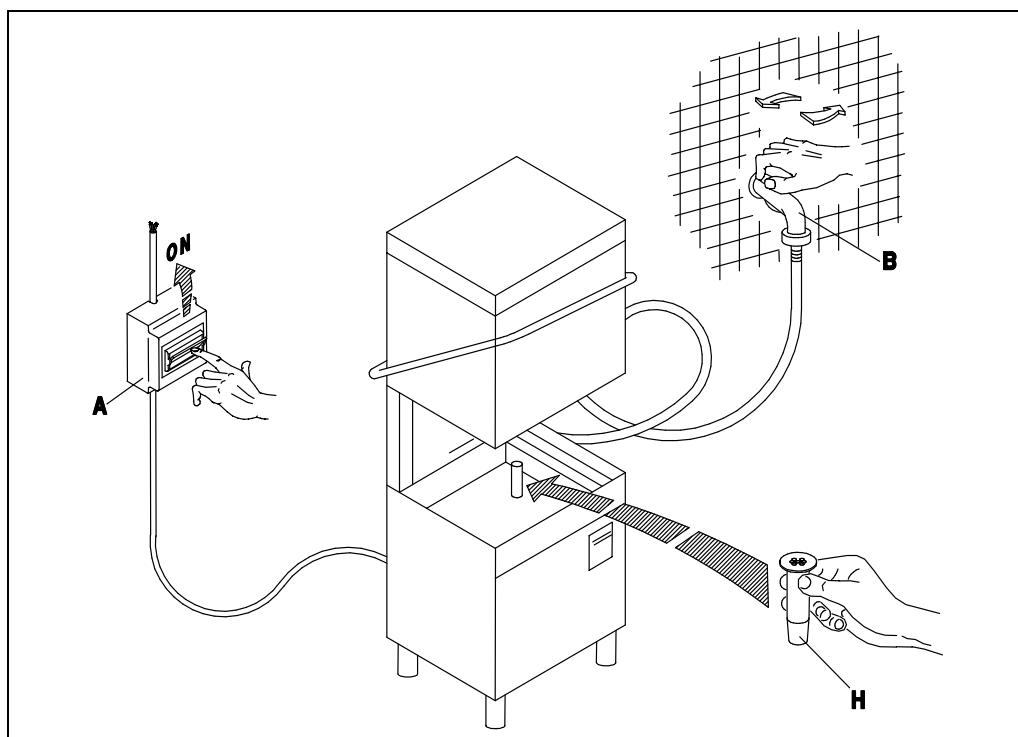

Fig. 3-1
- Aprire il rubinetto dell'acqua (B), inserire l'interruttore generale (A). Attivare l'interruttore principale dell'apparecchio (1), ne conseguirà l'accensione della spia (A) evidenziando che la macchina è sottoposta a tensione. A porta chiusa l'apparecchio si riempie d'acqua e alla fine del carico, si inseriscono automaticamente le resistenze della vasca e del boiler. Il funzionamento delle resistenze è reso visibile dall'accensione delle spie (D) ed (E). Quando entrambe le spie si spengono l'acqua avrà raggiunto le temperature impostate e l'apparecchio sarà pronto per iniziare il lavaggio. (fig. 3-1÷3-2)
- Turn on the water tap (B) and switch on the master switch (A). Turn the appliance ON switch (1), which will cause the warning light (A) to illuminate, indicating that the machine is live. When the door is closed the appliance fills with water. When it is full, the tub and boiler heating elements come on automatically. When the elements are activated, the warning lights (D) and (E) are illuminated. When both warning lights go out the water has reached the set temperature and the appliance is ready to begin the washing cycle. (fig. 3-1÷3-2)
- Öffnen Sie den Wasserhahn (B) und betätigen Sie den Hauptschalter (A). Beim Betätigen des Schalters (1) am Gläserspüler wird die Anzeige (A) aufleuchten, an der Sie erkennen können, daß die Maschine unter Spannung steht. Bei geschlossener Tür läuft Wasser in die Maschine; ist die nötige Wassermenge einmal erreicht, so schalten die Widerstände des Spülbehälter und des Boilers automatisch ein. Der Betrieb der Widerstände wird durch das Aufleuchten der Anzeigen (D) und (E) erkennbar. Beide Leuchtanzeigen erlöschen, wenn das Wasser eine vorbestimmte Temperatur erreicht hat, d. h. wenn der Gläserspüler betriebsbereit ist. (fig. 3-1÷3-2)
- Ouvrir le robinet (B) et insérer l'interrupteur général (A). Ouvrir l'interrupteur principal de l'appareil (1), le voyant (A) s'allumera ce qui signifie que la machine est branchée. L'appareil se remplit d'eau avec porte fermée et à la fin du chargement les éléments chauffants de la cuve et du boiler entrent automatiquement en action. Les voyants (D) et (E) s'allument quand les éléments chauffants fonctionnent. Les deux voyants s'éteignent dès que l'eau a atteint la température programmée et l'appareil est prêt pour commencer le lavage. (fig. 3-1÷3-2)
- Abrir el grifo del agua (B), conectar el interruptor general (A). Activar el interruptor principal del aparato (1); el encendido de la luz testigo (A) indica que la máquina está en tensión. Con puerta cerrada el aparato se llena de agua y cuando la carga esté terminada se conectarán automáticamente las resistencias del tanque y de la caldera. El funcionamiento de las resistencias es señalado por el encendido de las luces indicadoras (D) y (E). Cuando ambas luces se apaguen, el agua habrá alcanzado la temperatura programada y el aparato estará listo para empezar el lavado. (fig. 3-1÷3-2)
- Abrir a torneira de água (B), acionar o interruptor geral (A). Acionar o interruptor principal do aparelho (1), a luz (A) se acende evidenciando che a máquina esta sob tensão. Uma vez fechada a porta se enche de água e no final, as resistencias do cuba e do boiler começam a funcionar automaticamente. As luzes (D) e (E) indicam o funcionamento das duas resistencias. Quando ambas se apagarem é porque a temperatura alcançou seu nível desejado e a máquina estará pronta para iniciar a lavagem. (fig. 3-1÷3-2)
- Draai de waterkraan (B) open en schakel de hoofdschakelaar (A) in. Schakel de hoofdschakelaar van het apparaat (1) in waarna het lampje (A) gaat branden waaruit blijkt dat de machine onder stroom staat. Als de deur dichtgedaan wordt, loopt het apparaat vol met water en na afloop van het vollopen worden de verwarmingselementen van de kuip en van de boiler automatisch ingeschakeld. De werking van de verwarmingselementen blijkt uit het feit dat de lampjes (D) en (E) gaan branden. Als allebei de lampjes uitgaan dan heeft het water de ingestelde temperatuur bereikt en is het apparaat klaar om met het afwasprogramma te beginnen. (Afb. 3-1 - 3-2)
- A riempimento avvenuto, aprire la porta (I) e introdurre il detersivo (ca. 2 gr. per litro di capacità della vasca). Inserire il cesto (L) carico e chiudere la porta (I). Selezionare il ciclo di lavaggio inserendo il pulsante (4) (ciclo breve (II) tasto premuto ÷ ciclo lungo (I) tasto rilasciato). A questo punto premere il pulsante START (3) (almeno per 2 secondi) e avrà inizio il ciclo di lavoro visualizzato dalla lampada spia (C): la fine del ciclo coincide con lo spegnimento di questa spia. Per spegnere la macchina si dovrà disinserire l'interruttore (1) portandolo nella posizione (0) spia (A) spenta. (Fig.3-1÷3-3).
- Lorsque le remplissage est terminé, ouvrir la porte (I) et verser le détersif (environ 2 g pour chaque litre remplitant la cuve). Introduire le panier (L) plein et fermer la porte (I). Sélectionner ensuite le cycle de lavage en actionnant le bouton-poussoir (4) (cycle court (II) touche enfoncee ÷ cycle long (I) touche relâchée). A ce stade, presser le bouton-poussoir START (3) (au moins 2 secondes) et le cycle de fonctionnement commencera, visualisé par la lampe-témoin (C). La fin du cycle coïncide avec l'extinction de ce voyant. Pour arrêter la machine, il faudra débrancher l'interrupteur (1) en le ramenant sur la position (0): lampe-témoin (A). (Fig.3-1÷3-3).
- Después del llenado, abra la puerta (I) y vierta el detergente (2 gramos aproximadamente por litro de capacidad de la cuba). Introduzca el cesto (L) carga y cierre la puerta (I). Seleccione el ciclo de lavado por medio del selector (4) (ciclo breve (II) tecla pulsada ÷ ciclo largo (I) tecla soltada). Pulse ahora START (3) (al menos durante 2 segundos) para arrancar el ciclo de trabajo: se enciende la luz testigo (C), que se apagará al final del ciclo. Para apagar la máquina desconecte el interruptor (1) posición 0, luz testigo (A) apagada. (Fig.3-1÷3-3).
- Doe na het volopen de deur open (I) en doe er afwasmiddel in (ongeveer 2 g per liter inhoudscapaciteit van de kuip). Doe de beladen korf (L) erin en doe de deur (I) dicht. Stel het afwasprogramma in door op de knop (4) te drukken (kort programma (II) toets ingedrukt – lang programma (I) toets losgelaten). Druk nu op de START knop (3) waarna (minstens 2 seconden) het afwasprogramma zal beginnen dat aangegeven wordt door het controlelampje (C): het einde van het programma valt samen met het uitgaan van dit lampje. Om de machine uit te schakelen moet u de schakelaar (1) uitschakelen door hem op de stand (0) te zetten, lampje (A) uit (Afb. 3-1 ÷ 3-3).